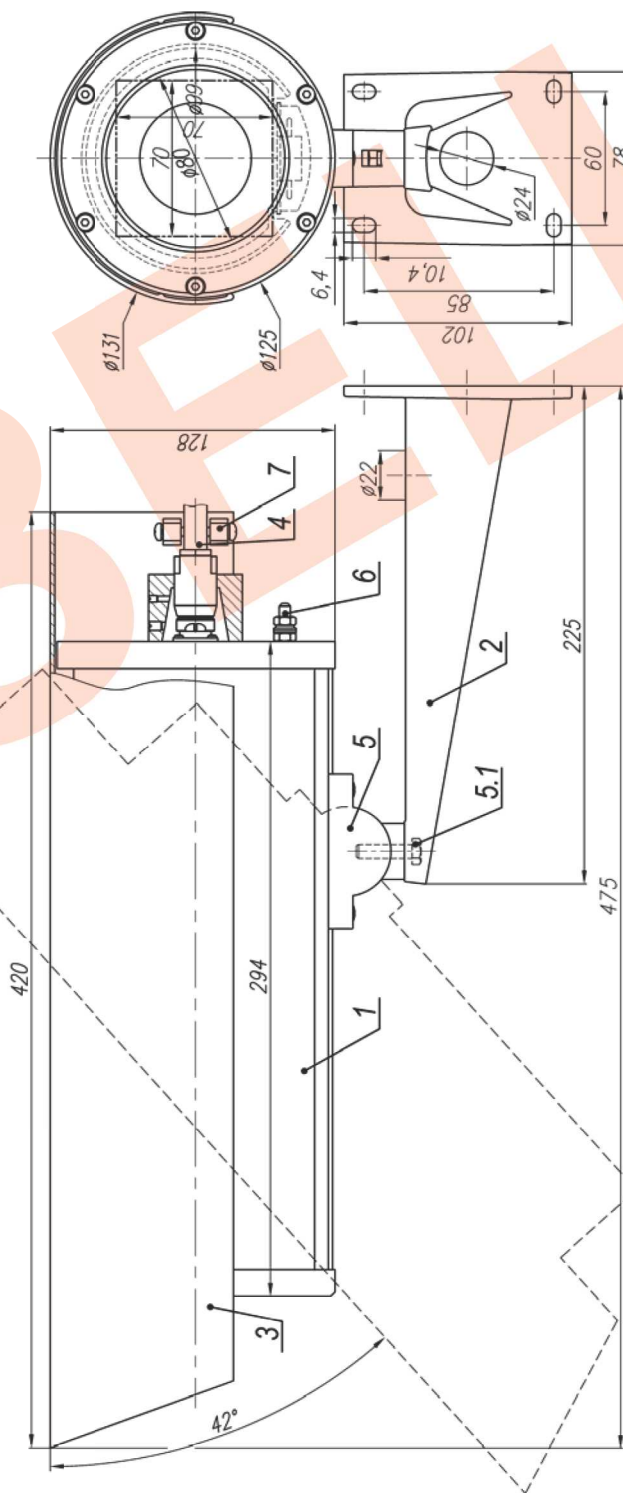

Рис.1 Габаритные и установочные размеры ТВК-85 IP Ex
2. Ослабив болт фиксации шарнира (поз.5.1 рис.1), установить гермобокс на нужное направление обзора, после чего надёжно зафиксировать шарнир затянув болт.
3. Заземлить гермобокс с помощью болта заземления (поз.6 рис.1).
Состав изделия: (см. рис.1)